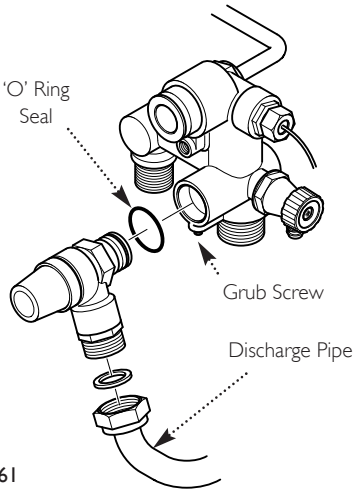

Fig. 61
13.18 Pressure Relief Valve (Fig. 61)